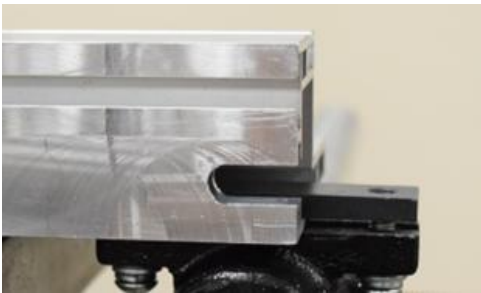
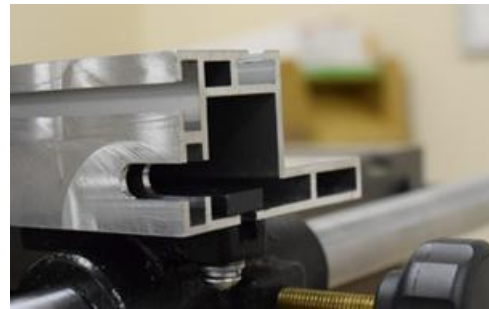

Abb. 35
Abb. 36
3. Drehen Sie den Anschlag um 90° nach rechts in die untere Position und schieben Sie ihn wieder vollständig in die Platte (Abb. 35, Abb. 36).